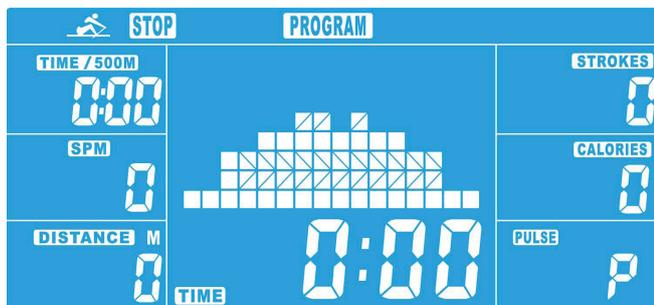

Abbildung 4
2. Drücken Sie UP oder DOWN, um ein Profil (P1 bis P12, Abb. 4) auszuwählen. Bestätigen Sie mit ENTER.